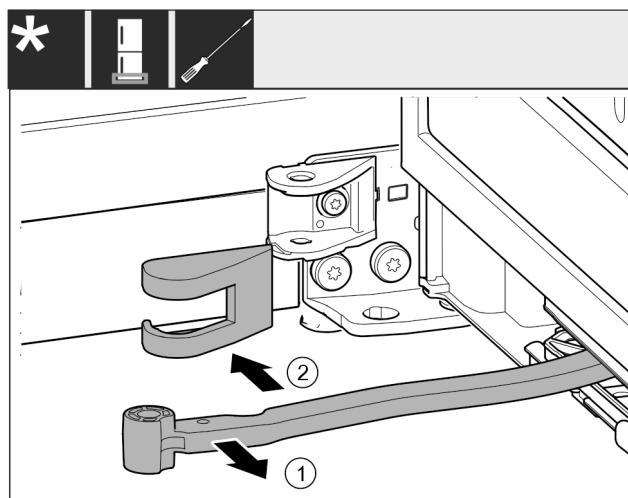

Fig. 16
- Zgibni del zavrtite v smeri vrat. Fig. 16 (1)
- Odstranite pokrov ležajnega podstavka. Fig. 16 (2)